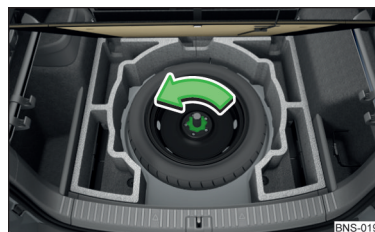

Fig. 338
- › Desatornillar la tuerca de seguridad en el sentido de la flecha » fig. 338 y retirar la rueda.
- › Atornillar la tuerca de seguridad contra el sentido de la flecha hasta el tope » fig. 338.